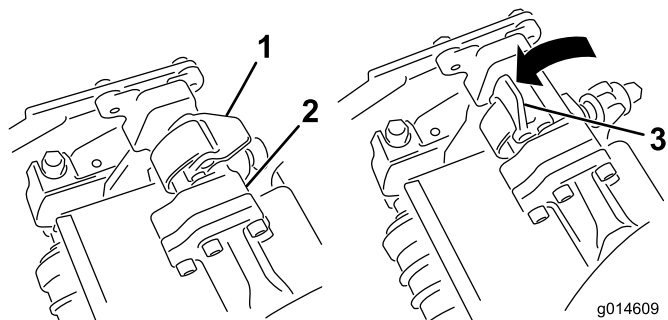

Figure 13
9. Les verrous de la barre de bras de suspension étant orientés en haut (c.-à-d. ouverts) (Figure 13), poussez le bras de suspension vers le bas pour que la barre s'engage sur la barre transversale en haut du plateau de coupe (Figure 14).
10. Fermez les verrous autour de la barre du plateau de coupe et bloquez-les en place (Figure 13).